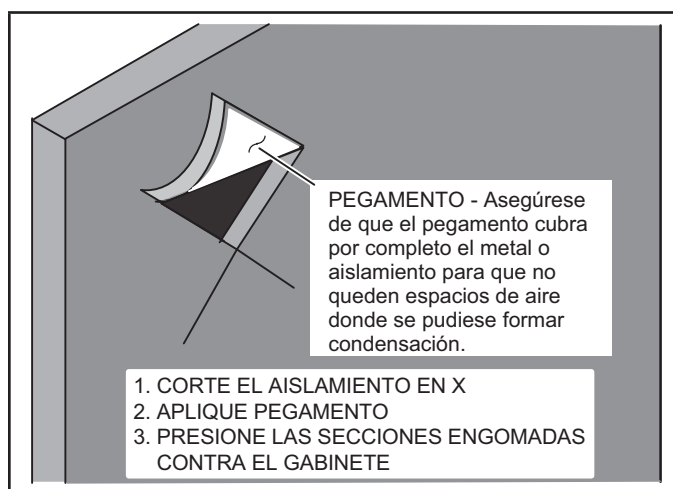

FIGURA 17. Reparación del aislamiento
- 4 - Conecte las líneas de succión y de líquido al serpentín del evaporador. Proteja el gabinete y los componentes internos como se detalla en la Figura 17.